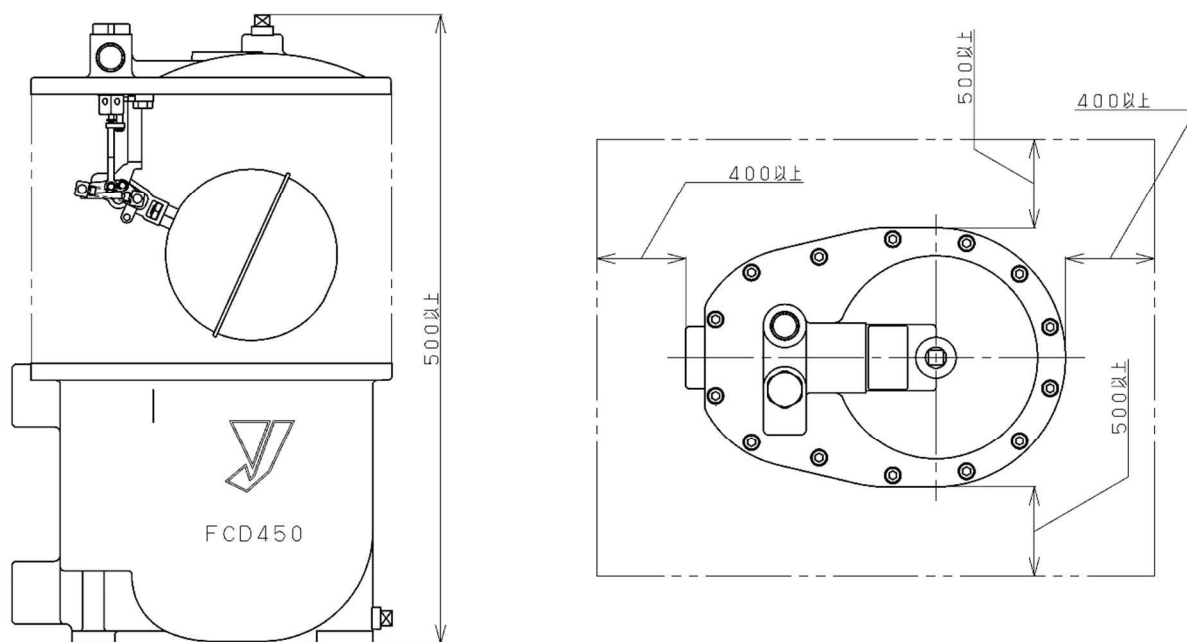

図 5: メンテナンススペース
(9) ドレン出口側にはドレン排出能力を保つためにチャッキ弁を必ず取付けてください。この時、チャッキ弁の方向を間違えないように取付けてください。(6.1 配管図例参照)
(10) 駆動流体が蒸気の場合、駆動流体口配管にはドレン排出用にスチームトラップを設置してください。(6.1 配管図例参照)
(11) 製品分解、修理を行なう際に必要なメンテナンススペースを必ず設けてください。(図 5 参照)